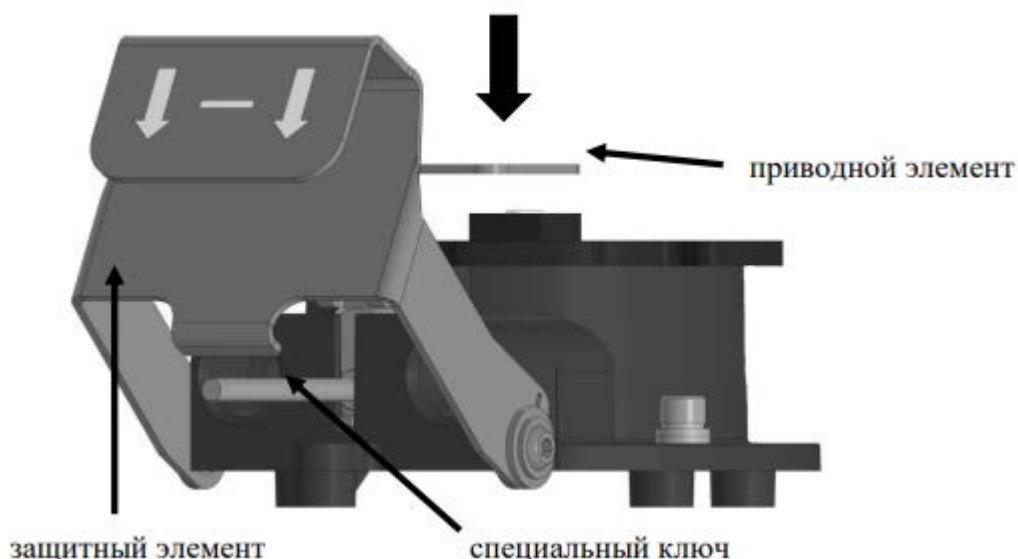

Рисунок 2 – Внешний вид ИПР со специальным инструментом (ключом)
- с левой стороны приводного элемента извещателя, вставить специальный ключ в паз (см. рисунок 2);